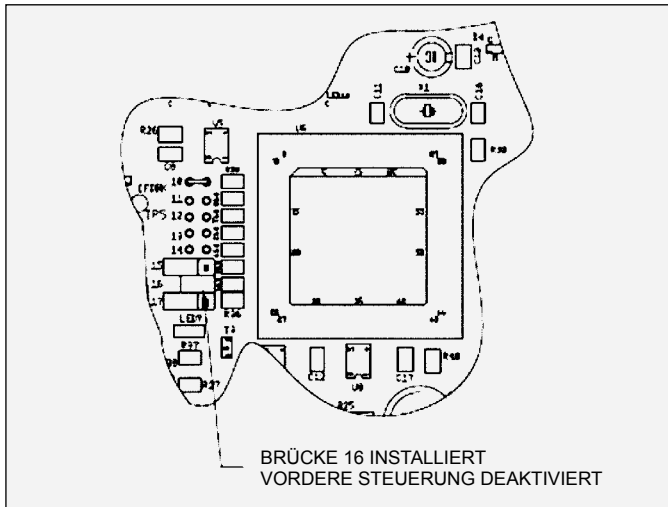

Abbildung 19: Position der Brücke - Sperre des vorderen Bedienfelds
3. Platzieren Sie die Brücke über die beiden (2) Pole an Stelle 16 der PC-Hauptplatine (siehe Abbildung 19).